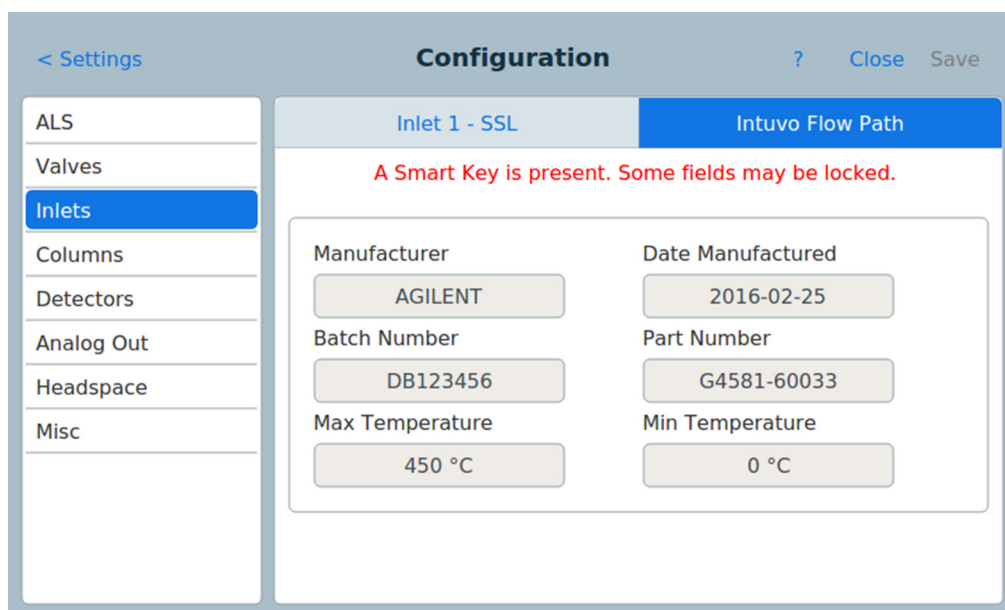

Abb. 57 Seite „Intuvo Flow Path“
- 7 Drücken Sie die Registerkarte **Intuvo Flow Path**. Die Seite „Intuvo Flow Path“ wird eingeblendet. Siehe Abb. 57.